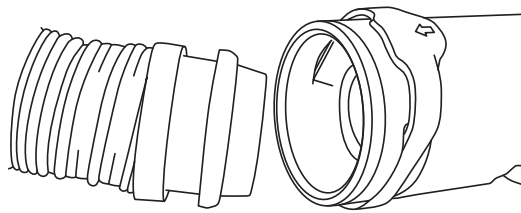

Fig. 1a
- Conecte los tubos de respiración aprobados al empujar el extremo del QRS (pivote giratorio de rápida liberación) del tubo de respiración (es decir, el extremo con la pinza negra) hacia la entrada del conducto de aire del casco para soldar (Fig. 1a). El tubo de respiración debe emitir un clic audible cuando se conecte. Verifique que el tubo de respiración esté asegurado al casco para soldar, para esto, gire y tire la conexión. Si no está bien conectado, sepárelo y vuelva a conectarlo.